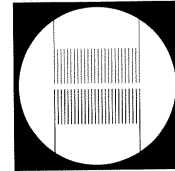

Bild 15
Die Halogenlampe ist optimal justiert, wenn die abgebildeten Wendel auf dem Objektivschutzdeckel wie in der Abbildung (Bild 15) aussehen.
The halogen lamp is adjusted optimally when the displayed spiral appears on the lens cover as shown (Fig. 15).
La lampe halogène est ajustée de façon optimale lorsque les spirales représentées sur le cache de protection de l'objectif ressemblent à celles de l'illustration (figure 15).
Die Lampe ist optimal justiert, wenn eine maximale Annäherung an die Wendelabbildung (Bild 15) erreicht ist. Lampenhausabdeckung (15) schließen.
The lamp is adjusted optimally when the spiral is displayed as close as possible to that shown (Fig. 15). Close lamp housing cover (15).
Si cela n'est pas le cas, effectuer un réglage des vis (figure 16). Le réglage en hauteur se fait par la vis (a), le réglage latéral par la vis (b) à l'aide d'un tournevis approprié. La lampe est ajustée de façon optimale lorsqu'une ressemblance maximale aux spirales représentées (figure 15) est atteinte. Fermer le couvercle de la boîte à lumière (15).